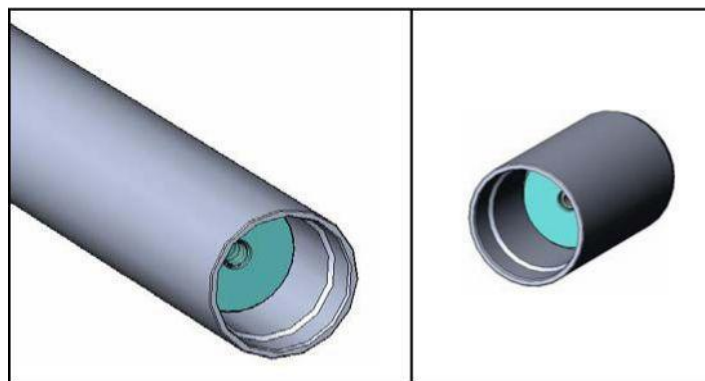

Рисунок 13-3: Осторожно очистите оптические поверхности с помощью ткани и Q-палочек
- 7) Проверьте оптические поверхности на загрязненность, как показано на Рисунок 13-3.
- 11) Осторожно удалите загрязнения с оптических поверхностей, как показано на Рисунок 13-3 при помощи ткани или выбранной салфетки.